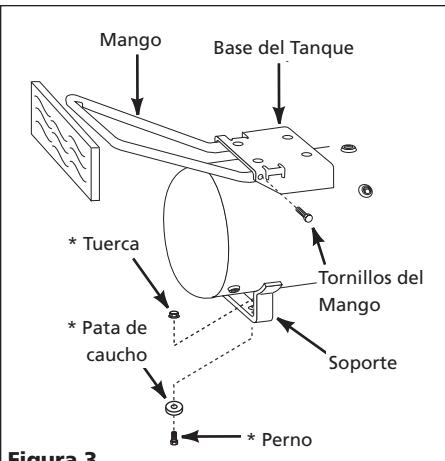

Figura 3
- Conecte el mango a ambos lados de la base del tanque. Empújelo de modo que calce bien dentro de los orificios de la base (Vea la Figura 3).